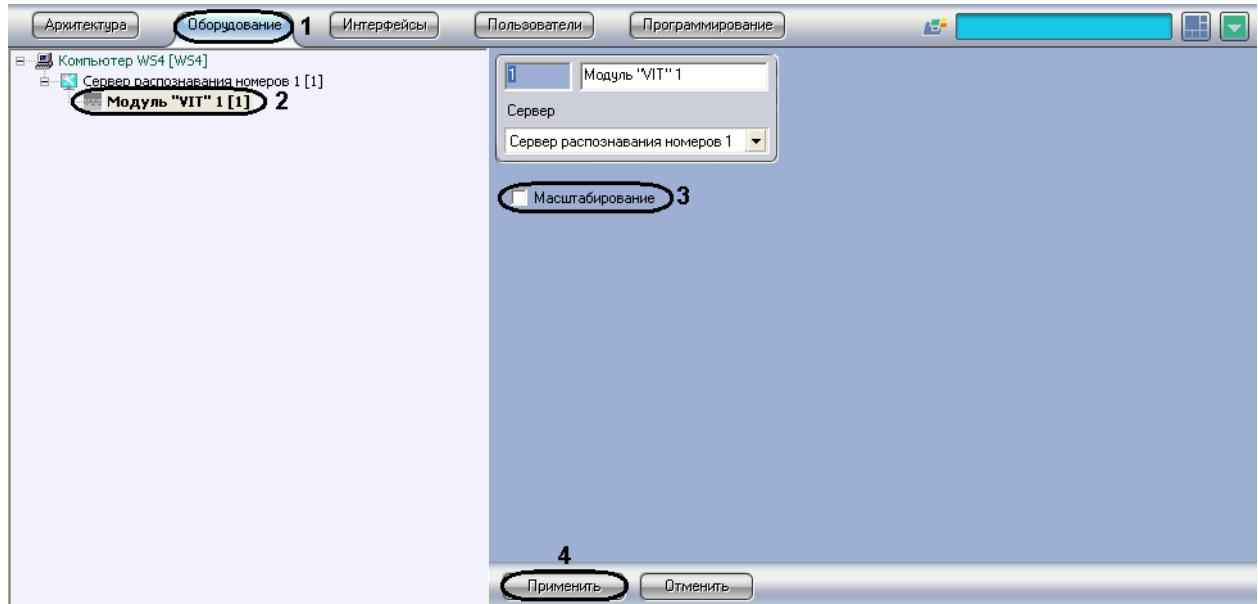

Рис. 7.2—6. Настройка программного модуля «VIT»
2. В дереве объектов на вкладке «Оборудование» выбрать объект «Модуль „VIT“», соответствующий настраиваемому программному модулю «VIT» (Рис. 7.2—6, 2). В правой части вкладки «Оборудование» отобразится панель настройки выбранного объекта.
3. Для повышения скорости распознавания номеров у мегапиксельных видеокамер без потери качества распознавания установить флажок «Масштабирование» (см. Рис. 7.2—6, 3).